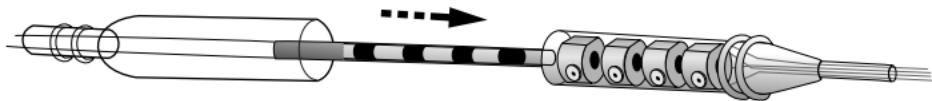

Abbildung 11. Führen Sie die Elektrode vollständig in den Konnektor der Verlängerung ein.
3. Halten Sie die Verlängerung sicher zwischen den Fingern. Führen Sie die Elektrode vollständig in den Konnektor der Verlängerung ein (Abbildung 11).